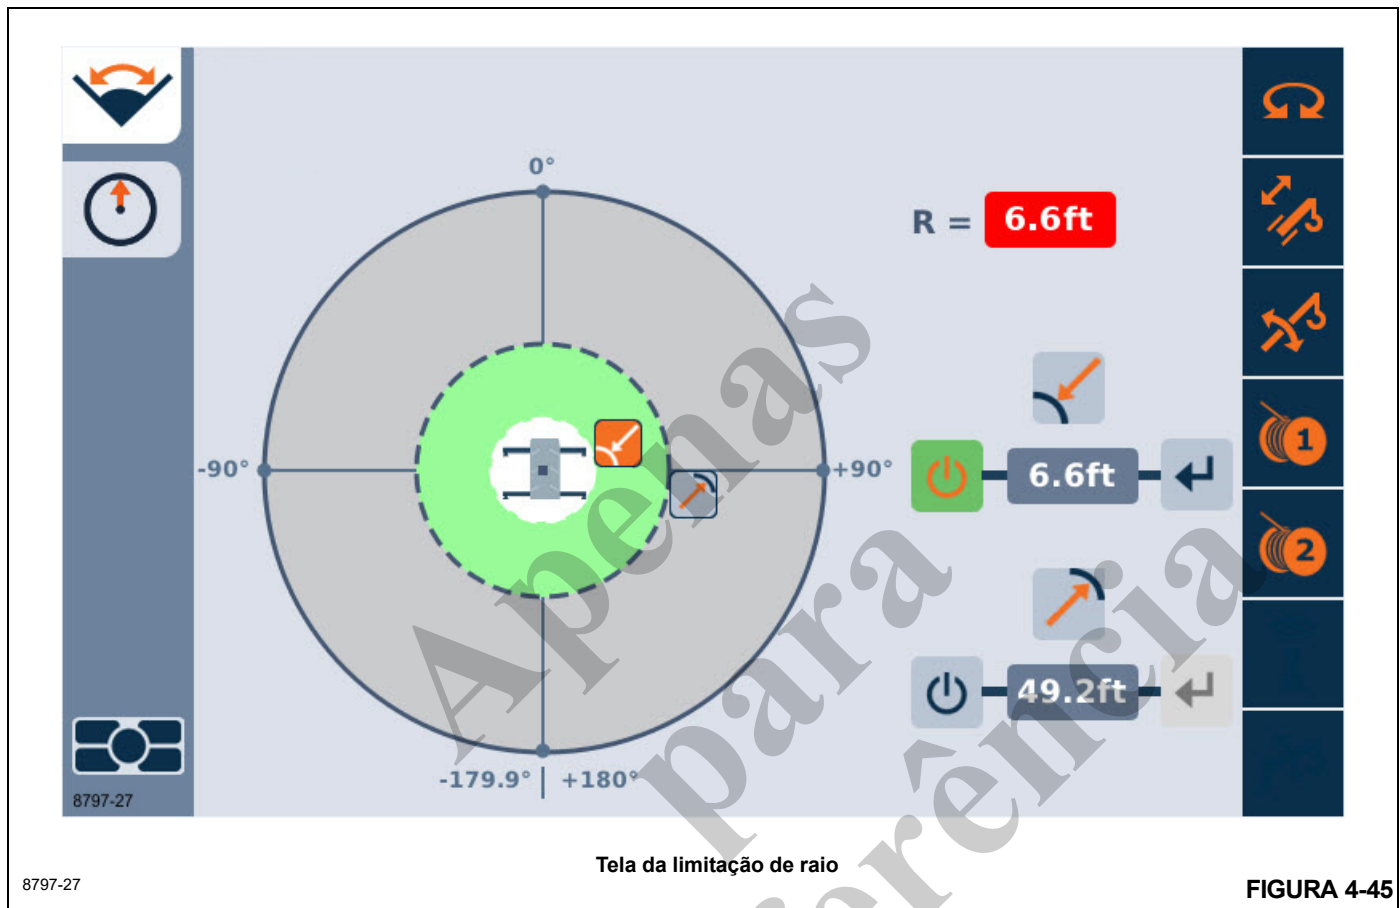

FIGURA 4-45
Se a Limitação de raio for selecionada no menu das limitações do WRL, a Tela da limitação de raio será exibida (Figura 4-45).
Figura 4-45, é possível ver que o símbolo  para o raio mínimo está selecionado já que está destacado na cor laranja. A Tabela 4-8 mostra os objetos disponíveis na Tela da limitação de raio. Observe que o raio não pode ser digitado (como é possível com a Limitação de altura).
2. A Tela de limitação de raio (Figura 4-45) deve ser exibida no mostrador.
6. Use a função de Seta para a direita uma vez para destacar o símbolo Aceitar posição do guindaste do raio interno (consulte a Tabela 4-8). Use o botão OK para aceitar a posição atual do guindaste (como o valor de 6.6 pés mostrado na Figura 4-45) como sendo o Valor da limitação. O Valor da limitação deve ser atualizado na tela neste momento. Observe que a lança está agora na limitação, então os alarmes provavelmente estarão soando. Agora, a lança pode ser afastada do raio atual para parar o alarme. Consulte a Tabela 4-4 para ver o alarme funcionar. Consulte a Figura 4-40 para o botão cancelar um alarme sonoro (quando o movimento da lança tiver parado).
6. Use a função de Seta para a direita uma vez para destacar o símbolo Aceitar posição do guindaste do raio externo (consulte a Tabela 4-8). Use o botão OK para aceitar a posição atual do guindaste (como o valor de 49.2 pés mostrado na Figura 4-45) como sendo o Valor da limitação. O Valor da limitação deve ser atualizado na tela neste momento. Observe que a lança está agora na limitação, então os alarmes provavelmente estarão aparentes. Agora, a lança pode ser afastada do raio atual para interromper o alarme. Consulte a Tabela 4-4 para ver o alarme funcionar. Consulte a Figura 4-40 para o botão cancelar um alarme sonoro (quando o movimento da lança não for mais aparente).
1. A Tela de limitação de raio (Figura 4-45) deve ser exibida no mostrador.